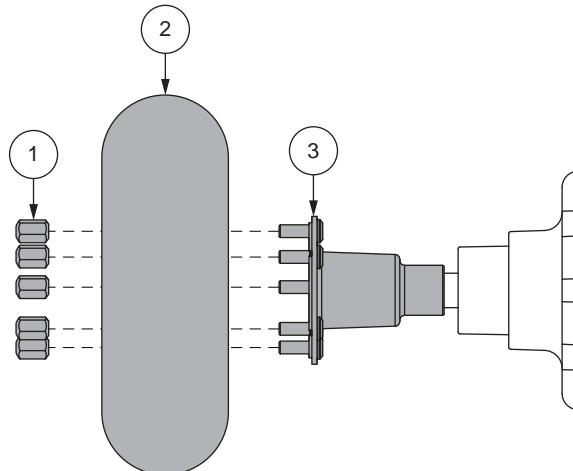

Abb. 26. Reifenradenthebung
4. Entfernen Sie des Radmuttern Antriebsrades von der Radnabe. Siehe Abb. 26.